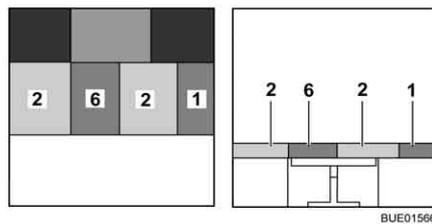

Fig. 106 Después de la transformación
- Colocar el cojín adicional (Fig. 106,6) en la mesa.
- Empujar el cojín del asiento derecho (Fig. 106,2) contra el cojín adicional.
- Colocar un cojín del respaldo (Fig. 106,1) entre el cojín del asiento (Fig. 106,2) y la pared lateral.